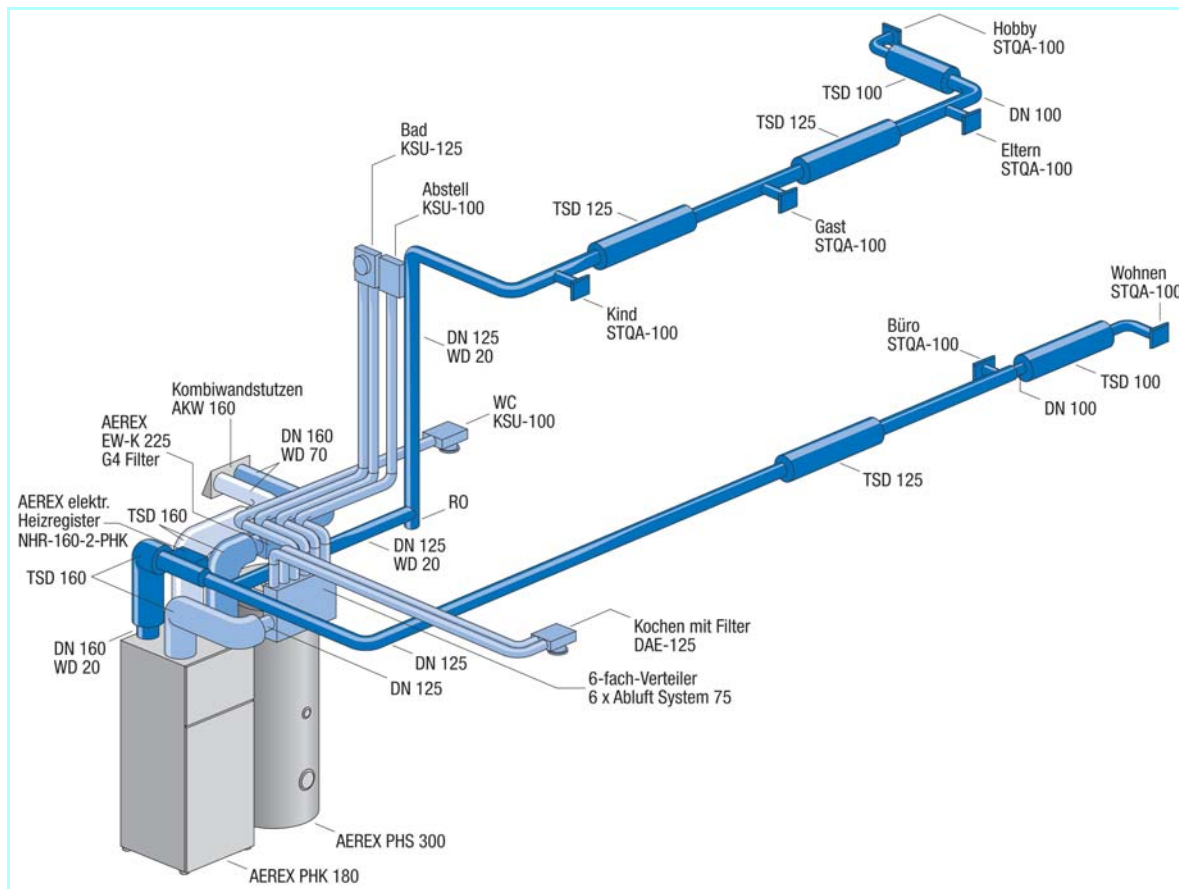

Abbildung 4-2: Leitungsverlauf in 3D
- Die angegebene Dämmung der Luftleitungen (siehe Abb. 4-2, S. 45) ist unbedingt einzuhalten.